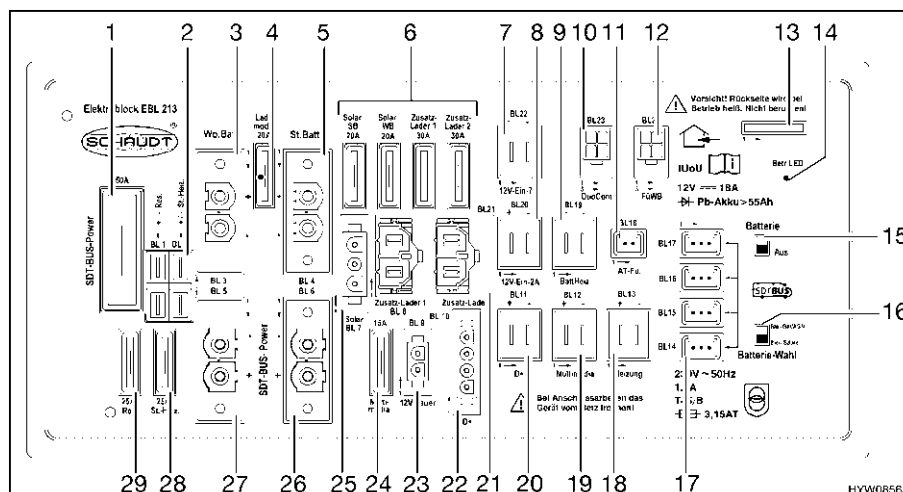

Fig. 72 Centralina elettrica (EBL 213)
- Portare l'interruttore staccabatteria (Fig. 72,15) sulla centralina elettrica EBL 213 in posizione "Aus" (spento).
- Portare l'interruttore staccabatteria (Fig. 72,15) sulla centralina elettrica EBL 213 in posizione "Ein" (acceso).